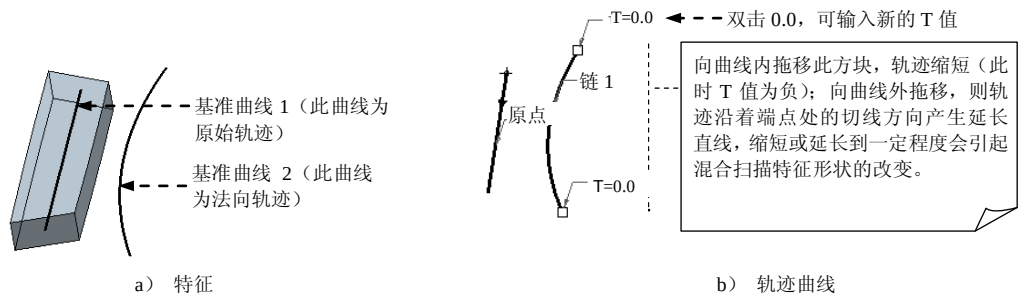

图 4.4.3 截面垂直于轨迹
在图 4.4.3 a 中，特征的截面在扫描过程中始终与曲线 2 垂直，该特征的创建过程如下：
Step4. 选择轨迹曲线。第一个选择的轨迹必须是原始轨迹，在图 4.4.3 所示的模型中，先选取基准曲线 1，然后按住 Ctrl 键，选取基准曲线 2。